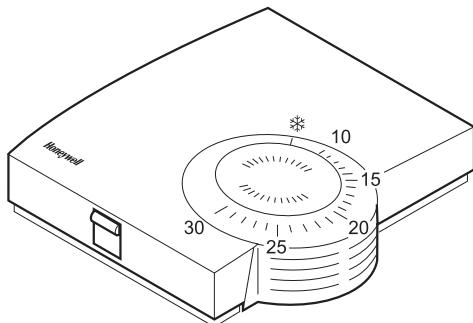

Fig. 15: HCW 80 : Réglage de la consigne en °C
- ▶ Sélectionnez le point de consigne désiré en tournant le bouton (voir Fig. 15).
- ▶ Vérifiez que le bouton de réglage soit dans la position indiquée Fig. 15.